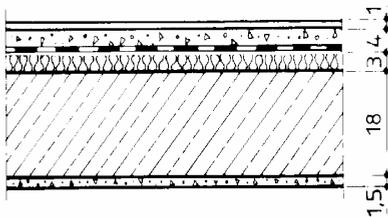

Bild 3.72 Geschoßdecke (Maße in cm)
5. Die Geschoßdecke in Bild 3.72 hat den Aufbau Teppichboden, Zementestrich, Faserdämmstoffplatten, Stahlbeton B 25 und Gipskalkputz. Wie viel  $\text{kN/m}^2$  beträgt die Gewichtskraft je  $\text{m}^2$  Decke, wenn noch eine Verkehrslast von  $1,5 \text{ kN/m}^2$  hinzukommt?